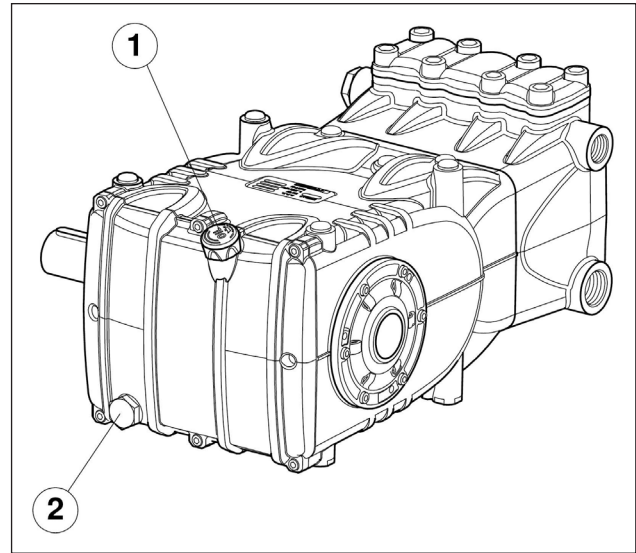

Abb. 3
Überprüfen Sie den Ölstand und füllen Sie bei Bedarf Öl über den Ölmesstab Pos. ①, Abb. 3 nach.
Die Ölstandprüfung hat mit der Pumpe auf Umgebungstemperatur zu erfolgen, für den Ölwechsel soll die Pumpe dagegen auf Betriebstemperatur sein. Entfernen Sie dazu: den Ölmesstab Pos. ① und anschließend den Verschluss Pos. ②, Abb. 3 nach.